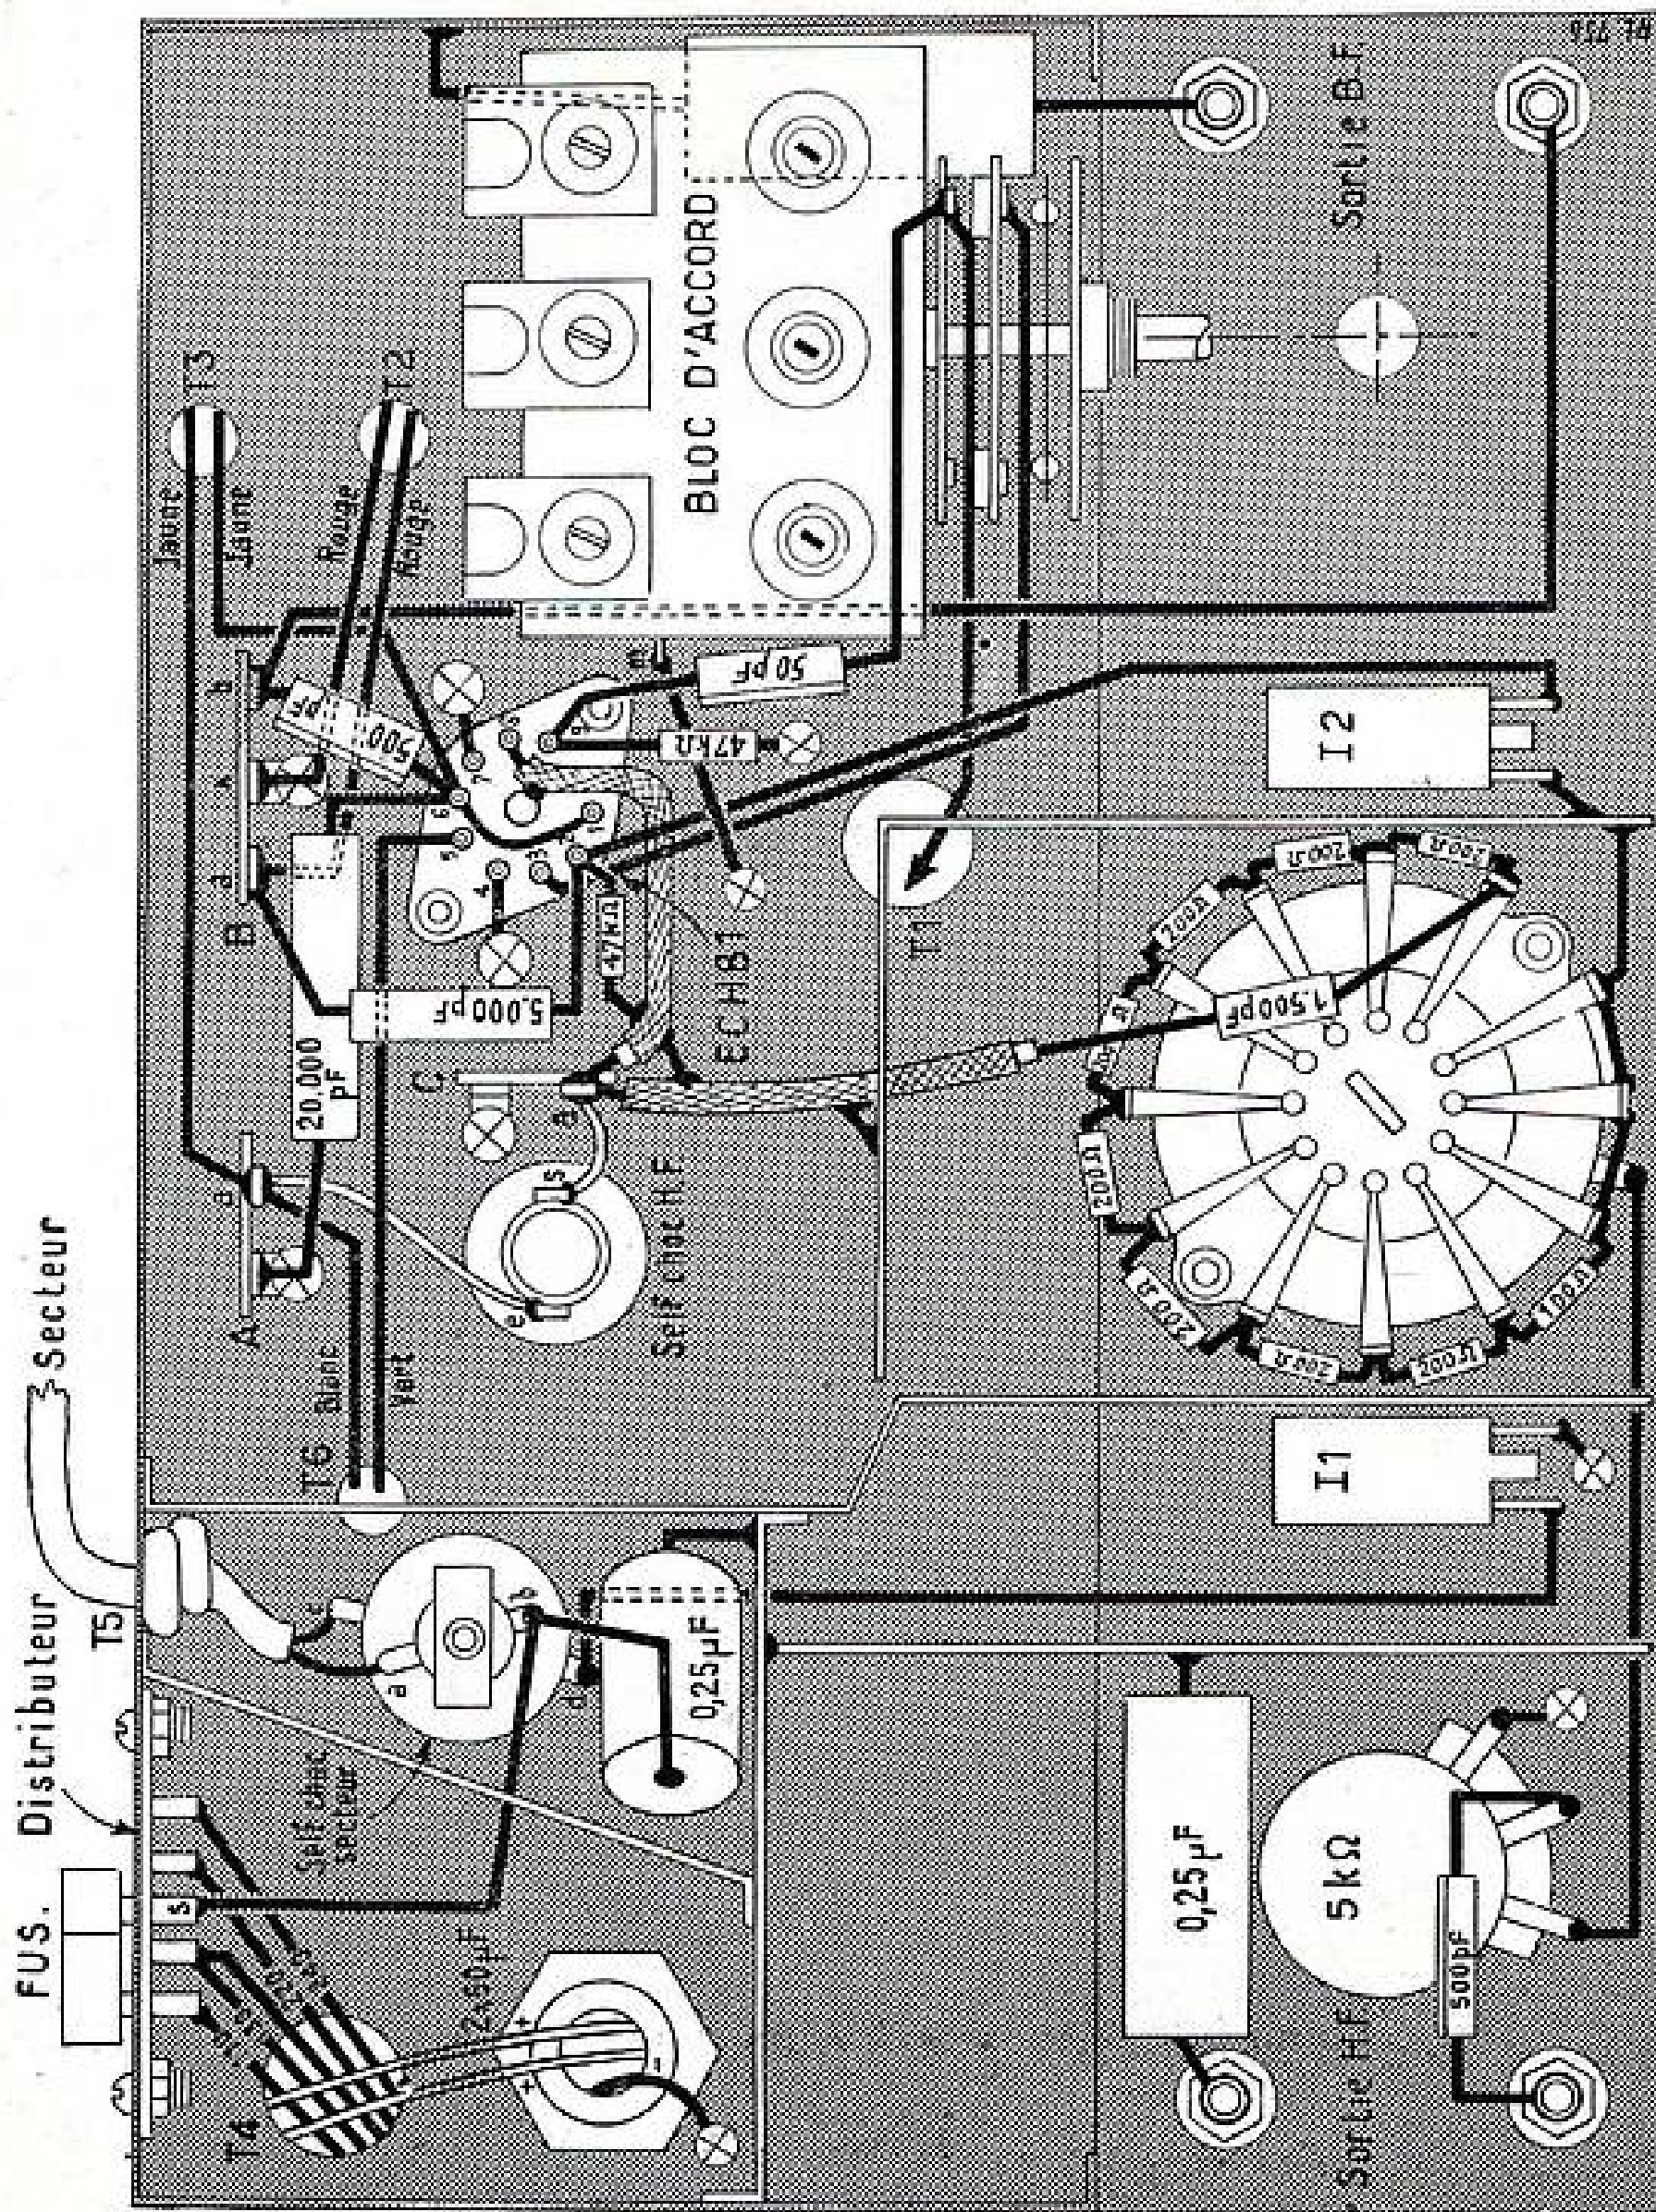

FIGURE 2
- b) Isoler cette bobine mobile de la haute tension et du courant continu. Il serait préjudiciable d'appliquer cette haute tension directement sur la bobine mobile appelée à se déplacer dans un entre-fer métallique, ramené, la plupart du temps, à la masse (fig. 2).